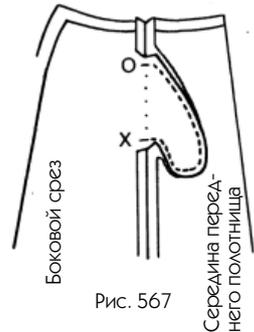

Рис. 567
4. Разутюжьте швы, но на промежутке от О до Х нажимайте утюгом только на части «края кармана». А перед этим сделайте засечки на другом шве за 1 см перед точками (см. боковой шов на рис. 567).
5. При необходимости выполните отделочную строчку по краю кармана (см. пример 565), затем соедините две части мешковины, чтобы стачать их, как показано на рис. 567.